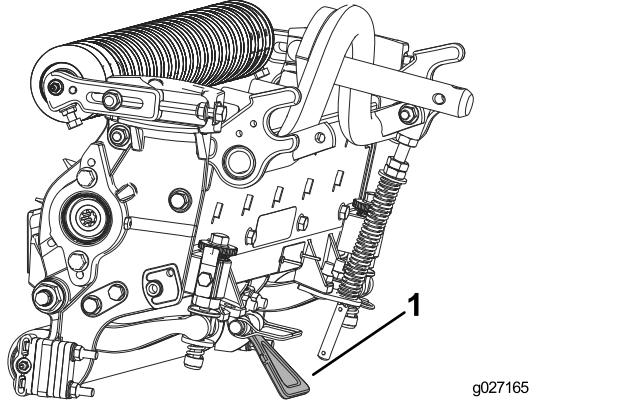

Figure 9
- Important:** Vérifiez que les écrous à l'arrière des vis de réglage de la contre-lame ne reposent pas sur la surface de travail (Figure 9).